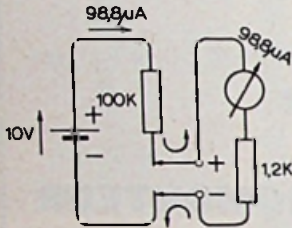

Fig. V-4b
b. De stroommeter wordt in serie geschakeld volgens fig. V-4b. In de meetopstelling van de schrijver wees de meter 86  $\mu\text{A}$  aan. Gemeten werd met AVO model 8 op het 250  $\mu\text{A}$ -gebied.